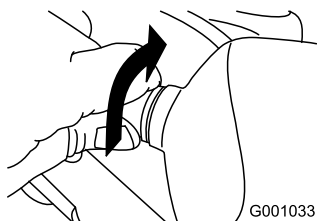

Figure 62
2. Tournez la base de l'ampoule dans le sens anti-horaire jusqu'à la butée (Figure 62).